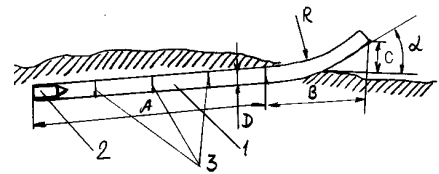

Рис.2
**Устройство для запуска космического корабля** описано в патенте США 4881446. Устройство (рис.2) представляет собой длинный подземный туннель 1, у которого длина линейного участка  $A$  равна 500...1500 км. Диаметр туннеля  $D$  составляет 5 м. В начале туннеля устанавливают космический корабль 2. На выходном конце туннеля расположен радиальный участок с радиусом  $R = 1000...3000$  км и длиной  $B = 40...240$  км. В этом месте туннель выходит из-под земли под углом  $\alpha = 1...6^\circ$ . Верхняя кромка туннеля поднимается над землей на  $C = 6$  км. Внутри туннеля установлен ряд перегородок 3, и воздух из туннеля откачивается вакуумным насосом. Для разгона корабля по длине туннеля расположены мощные электромагнитные катушки, соответствующие элементы расположены и на корабле. Заслонки 3 открываются в туннеле по мере прохождения корабля. Вся электромагнитная система разгона расположена под землей и не вызывает помех в наземных устройствах. Полагают, что космический корабль на выходе из туннеля будет иметь достаточную скорость для прямого выхода в космос.